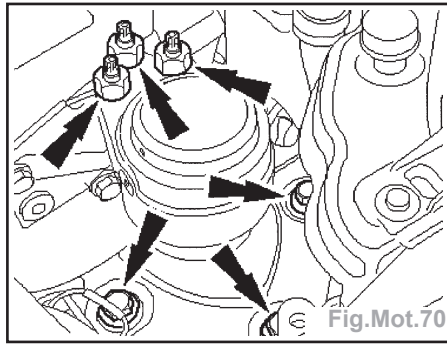

Fig.Mot.70
- Déposer le support avant droit moteur (Fig.Mot.70).